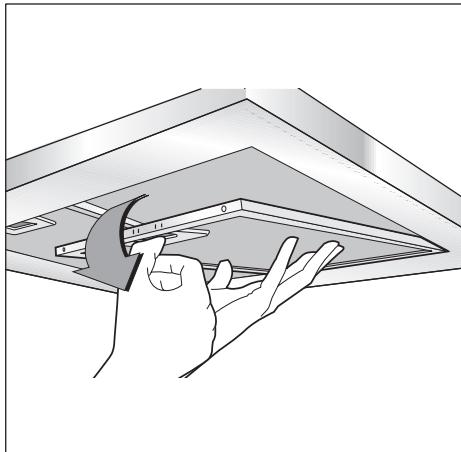

Fig.7
- Det minimala avståndet mellan kokkärlens underlag på kokhällen och spisfläktens nedre del måste vara minst **65 cm**. I det fall ett anslutningsrör används som består av två eller flera delar, måste den övre av delarna träs utanpå den undre delen. Anslut inte kåpans utloppsrör till luftkanaler i vilka varmluft cirkulerar, eller kanaler som används för att evakuera rök från apparater som drivs med annan typ av energi än elektrisk energi. För att förenkla handhavandet av apparaten ska antifettfiltret/-en tas ur innan monteringsmomenten påbörjas (Fig.7).